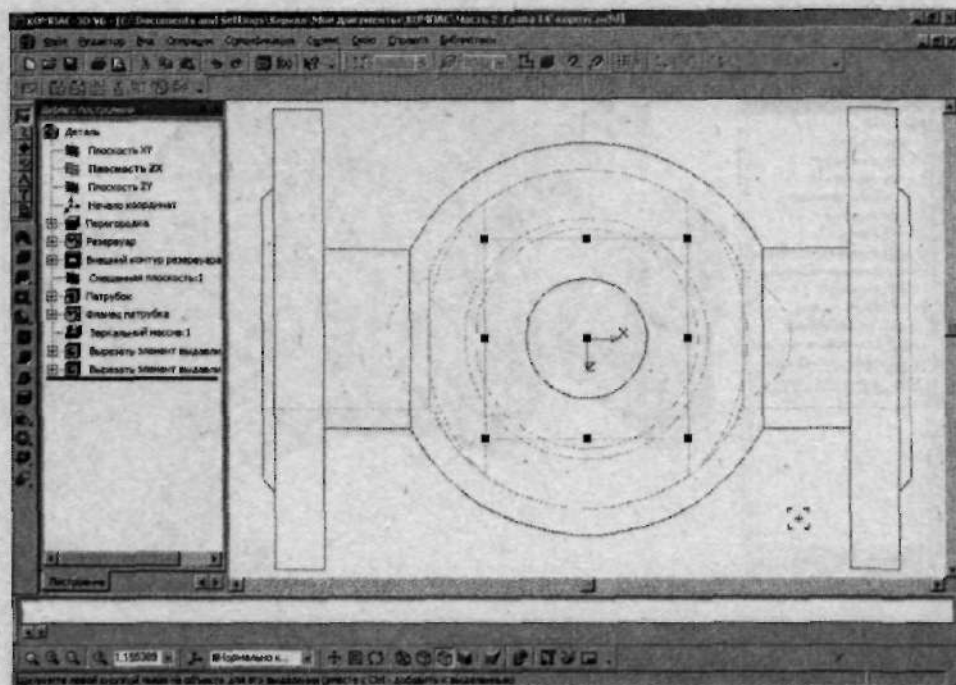

Рис. 2.148. В Дереве построений выделите элемент Плоскость ZX
2. На панели инструментов **Вид** из выпадающего меню **Текущая ориентация** выберите *Нормально к...*. Перейдите в режим отображения *Невидимые линии тонкие* (рис. 2.148).